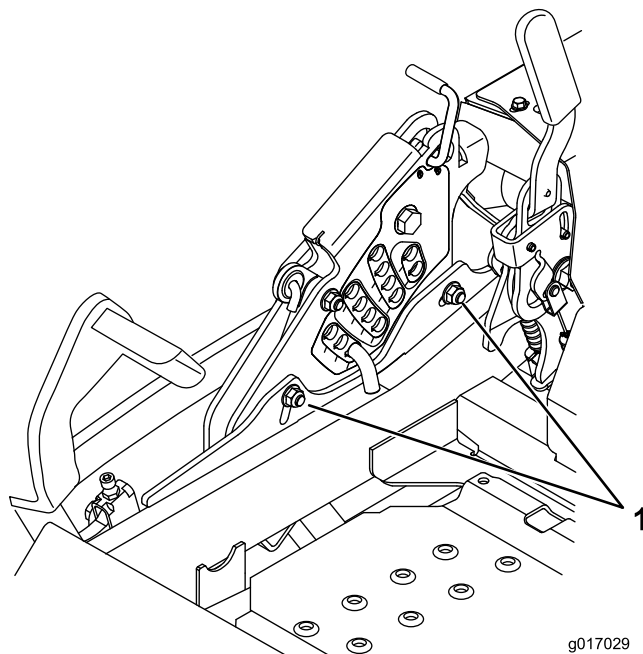

Figure 96
12. Pour régler le système monopoint, desserrez les deux boulons au bas de la plaque de hauteur de coupe (voir Figure 96).
14. Serrez les deux boulons au bas de la plaque de hauteur de coupe (Figure 96). Serrez à un couple de 37 à 45 Nm (27 à 33 pi-lb).